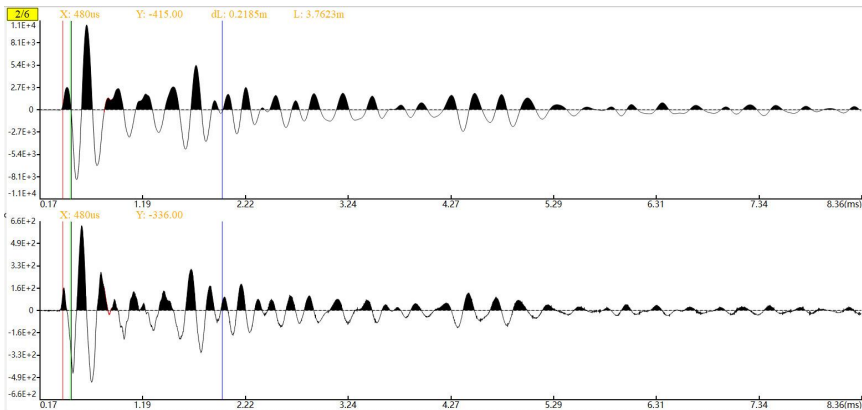

图 4-13 微分
- 微分：对需分析的波形进行微分操作，并显示在分析视图的第二块区域，变化如图 4-13 所示，快捷键为 。